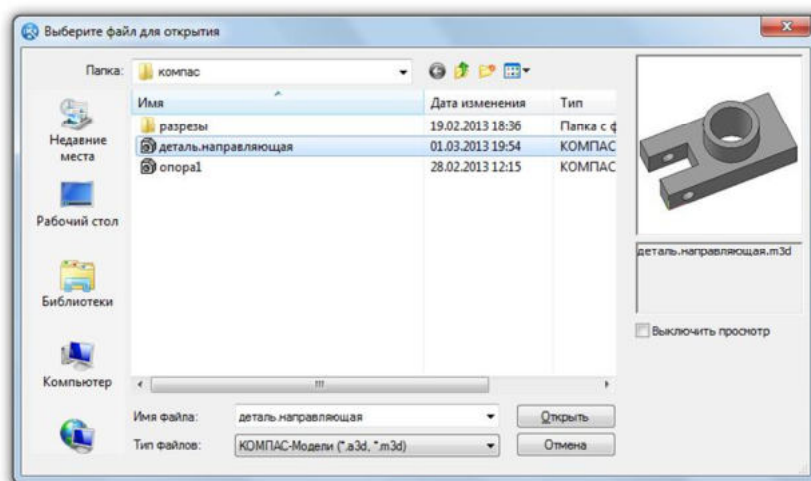

Рис. 18. Выбор ориентации главного вида
- на экране появится диалоговое окно, в котором следует выбрать модель. Откройте документ **Деталь. Направляющая.m3d** из папки **Мои модели** (рис. 18);